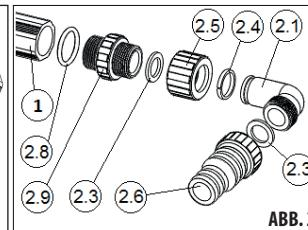
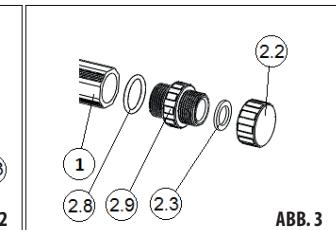

ABB. 2
ABB. 3
1) Komplettieren Sie das Panel. An die Rohre des Solarpanels schrauben sie die Übergangsmuffen (2.9) mit O-Ringen aus Silikon (2.8). WIR EMPFEHLN, AN DIE FRONTDICHTUNGSFLÄCHE DES SOLAR PANEL-ROHRS (1) EINE DÜNNE SCHICHT DES MITGELIEFERTEN SCHMIERSTOFF AUFZUTRAGEN, SO VERMEIDEN SIE EVENTUELLE UNDICHTELICHEN. An die Übergangsmuffen montieren Sie dann die Schlauchdorne (ABB. 2) und Stopfen (ABB. 3). In einem der Rohre befindet sich in der Mitte eine Stopfbüchse, an diesem Rohr sind die Schlauchdorne anzuwenden, an anderem Rohr sind die Stopfen zu montieren.